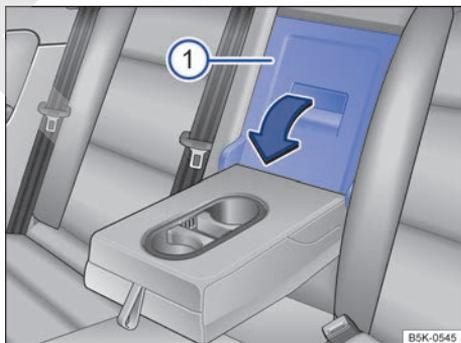

Fig. 153 En el respaldo del asiento trasero: apertura de la trampilla para cargas largas.
- Tire de la palanca de desbloqueo en el sentido de la flecha y abata completamente la tapa de la trampilla → fig. 153 ① hacia delante.